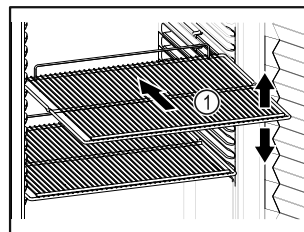

Fig. 71 Reprezentare exemplificativă
- ❑ Dacă grătarele tip poliță Fig. 71 (1) pot fi mutate, adaptați-le în funcție de înălțime.